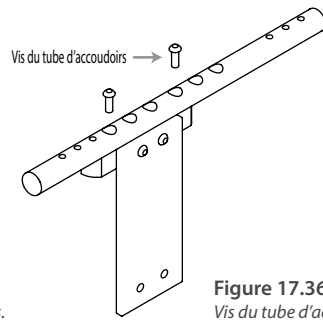

Figure 17.36
- 3 Retirez les vis du tube de l'accoudoir. (Voir la figure 17.36)